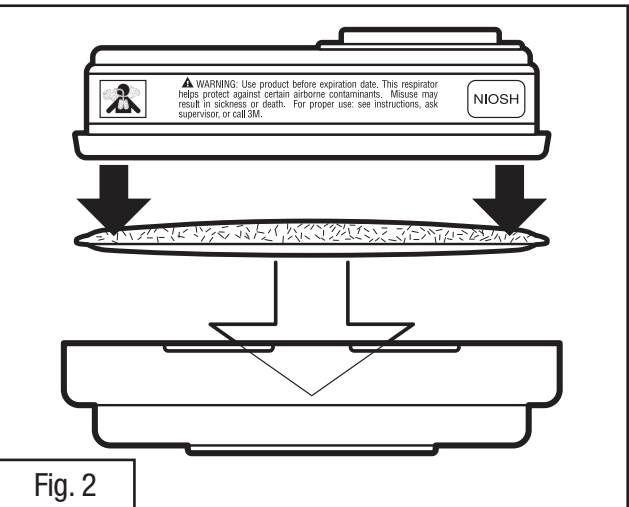

Fig. 2
- Appuyer la cartouche dans le dispositif de retenue de filtre 501 (07054). Le dispositif de retenue de filtre doit être solidement fixé à la cartouche. Le filtre 5P71 (07194) doit recouvrir complètement la face de la cartouche (Fig. 2). Les caractères imprimés qui se trouvent sur le filtre ne sont pas visibles si le filtre est bien orienté.
- Presione el cartucho en el soporte de filtro 501 (07054). El soporte de filtro debe quedar firme en el cartucho. El filtro 5P71 (07194) **debe** cubrir por completo la cara del cartucho (Fig. 2). Si el filtro está correctamente orientado, la impresión de éste no es visible.